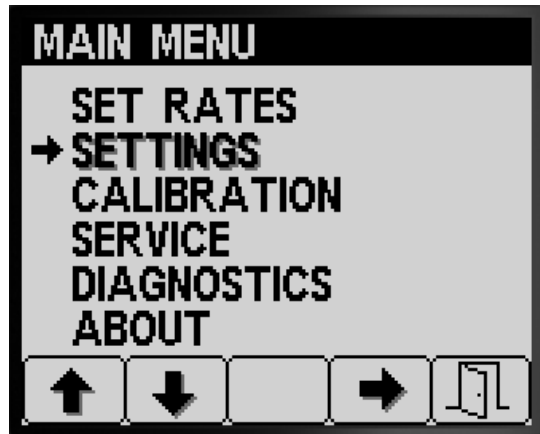

図 10
1. 設定画面へ行くには、メインメニューでボタン2を何度か押して設定Settingsへ移動します 図 10。
2. ボタン 4 を押してSETTINGS設定サブメニューを選択する 図 10。